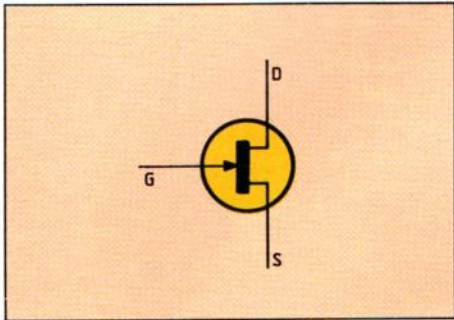

Fig. 2. – Symbole d'un transistor FET Canal N.
Le symbole du FET à canal N est celui qu'indique la figure 2. Comme les connexions de source (S) et de drain (D) ne sont pas des jonctions, les fils qui y arrivent partent perpendiculairement à la barre verticale qui représente le canal. La grille (G) est une partie d'une jonction, dont l'autre est le canal ; donc, on a indiqué une flèche sur l'électrode G.